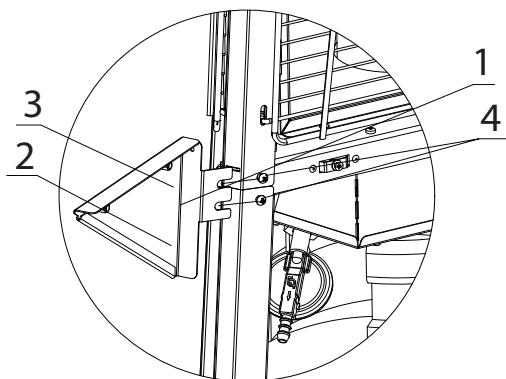

Рис. 6.
- ослабьте винты (4), фиксирующие длинный и короткий профиль (1);
- установите опору (2) как показано на рисунке;
- затяните винты (4);
- (Рис. 6);